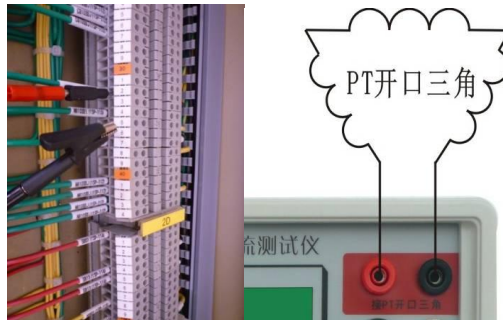

图 12 测量接线图
2、按图 12 接线，将测试仪的电流输出端与 PT 开口三角端连接，对于 4PT 接线方式的系统，则将仪器的电流输出端与图 4 或图 5 中所示的 N-L 端相连即可。